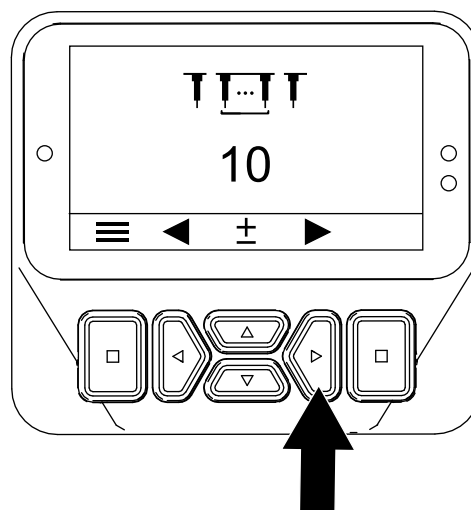

Figura 50
7. Pulse el botón derecho para mostrar la pantalla Ajuste de la cantidad de taladros (Figura 50).